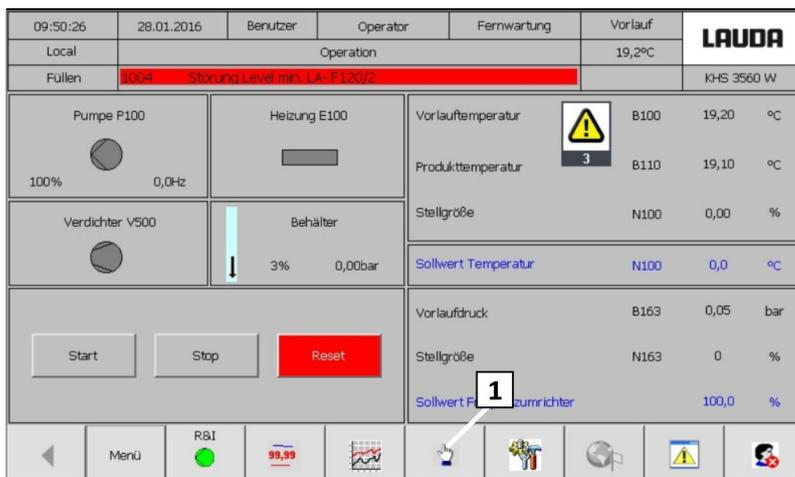

Fig. 70: Pantalla Funcionamiento
9. Activar la configuración básica en la pantalla (Fig. 70 [1])